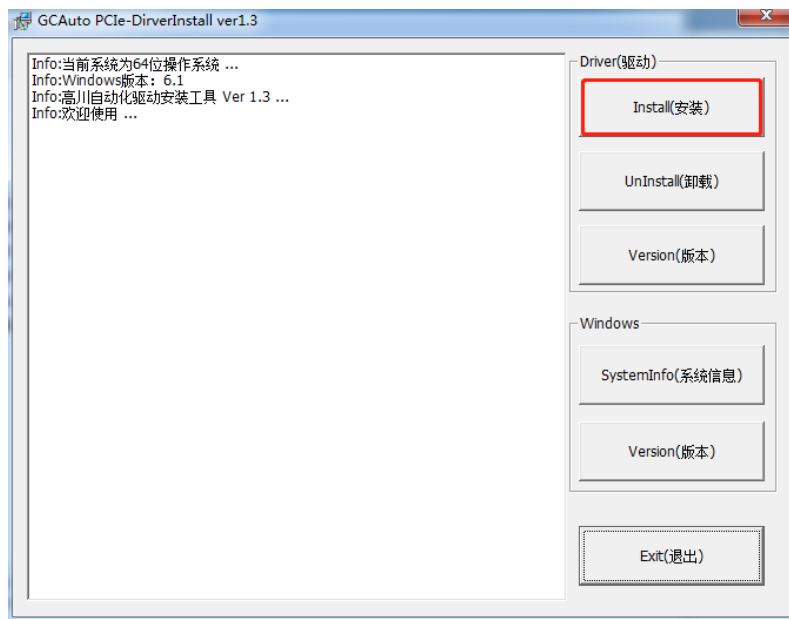

图 2.2.1 驱动安装界面
(1) 电脑关机状态插上 PCIE 卡，开机后，打开路径“PCIE 系列光盘资料 2022\驱动工具\高川 PCIE 卡驱动安装管理工具” 双击 DriverInstall.exe 如图 2.2.1 驱动安装界面；